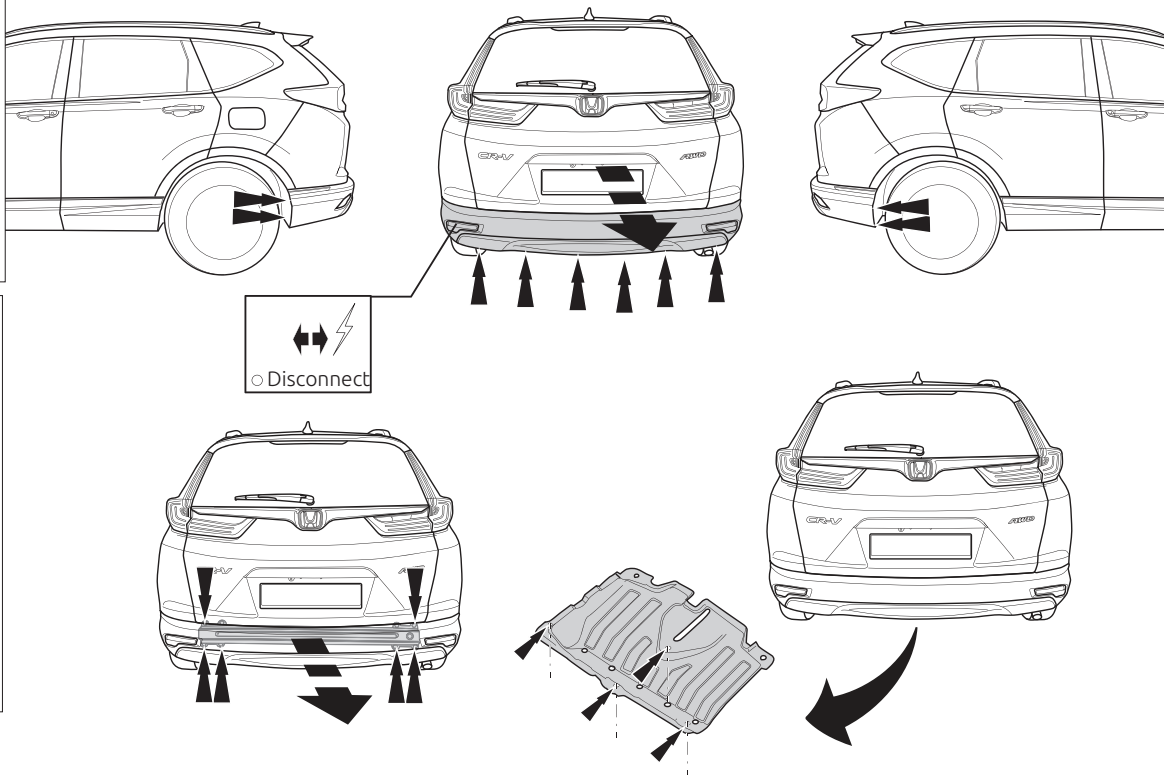

Fig. 1
1. Снять детали, указанные в рис. 1.